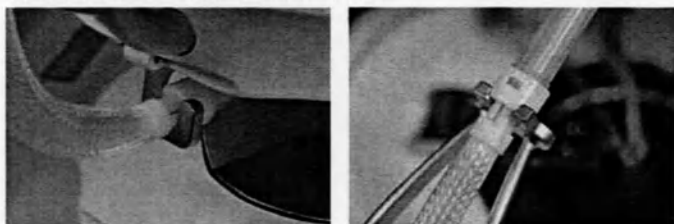

Рисунок 6-6: Нижняя втулка вставлена в держатель нижней втулки (слева) и верхняя втулка вставлена в держатель верхней втулки (справа)
- 1 Вставьте узкую часть нижней втулки в держатель нижней втулки, а узкую часть верхней втулки — в держатель верхней втулки (рис. 6-6). Удостоверьтесь в том, что обмотанная часть петли не перекручена.